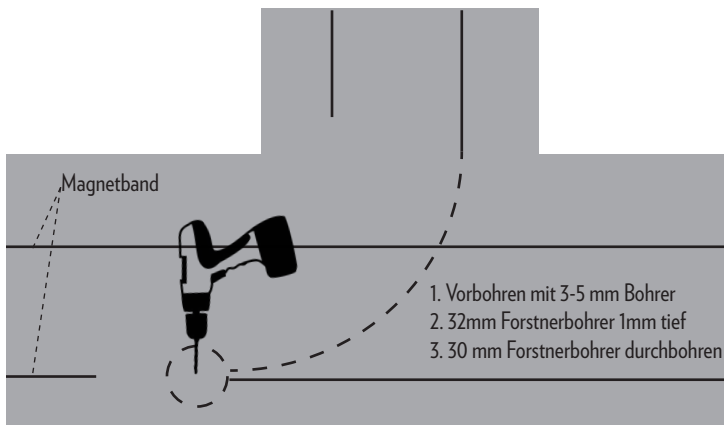

Abbildung 1
4. Setzen Sie die Servo-Abzweigung in das soeben entstandene Loch ein. Achten Sie dabei darauf, dass die Servo-Abzweigung auf der Mittelposition steht und eben mit Ihrer Fahrbahn abschließt. Das herausstehende Magnetband wird dabei in die Fahrbahnnut eingelegt. (siehe Abbildung 1)